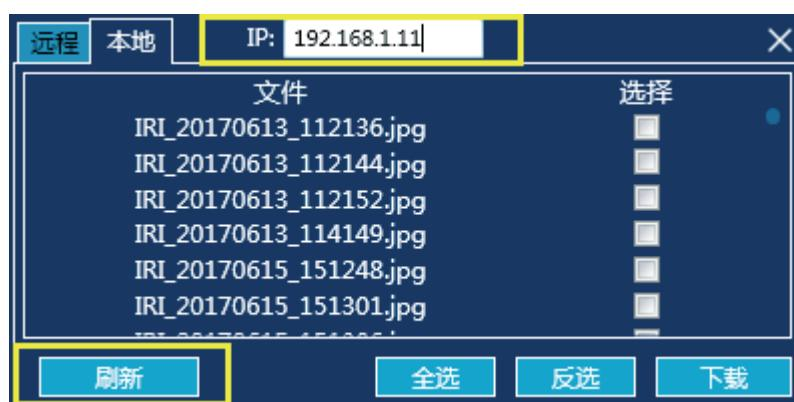

图 3-3
3. 打开红外分析软件，点击进入“数据导入” - “FTP” - “本地”，输入设备端 IP 地址，点击左下角的“刷新”按钮，列表自动显示设备端内部存储中的所有图片，勾选目标图片后点击“下载”按钮，即可将所选的图片导入到本机的指定目录下（如不清楚存储路径，请进入软件“设置” - “其他” - “图片存放路径”查看）。如图 3-3 所示：